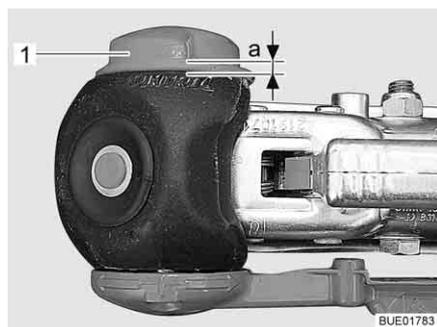

Fig. 208 Controllo usura
- Ruotare completamente la manovella (Fig. 208,1) finché non si sente la limitazione delle coppia grattare in modo percepibile. Direzione di rotazione: in senso orario.
- Distanza $a > 0$ (Fig. 208): Usura all'interno del settore ammesso.